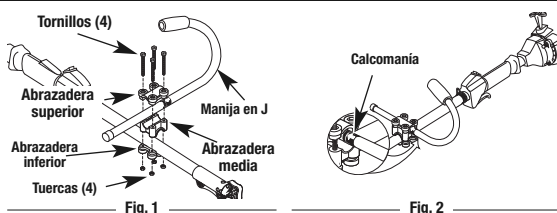

Fig. 1
2. Sostenga la abrazadera inferior contra el lado inferior de caja del eje, a 7-8 pulg. de distancia de la empuñadura del eje (Fig. 1).
3. Coloque la manija en J entre la abrazadera superior y la abrazadera media (Fig. 1).
4. Mientras sostiene las tres piezas juntas, instale los cuatro (4) tornillos a través de la abrazadera superior en la abrazadera media.